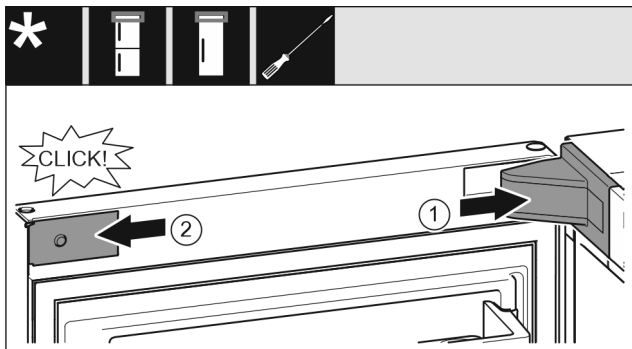

Fig. 25
- ▶ 放上并插入托架盖 Fig. 25 (1)，如有必要小心地按压分开。
- ▶ 将隔板 Fig. 25 (2) 放置到侧面并插入。